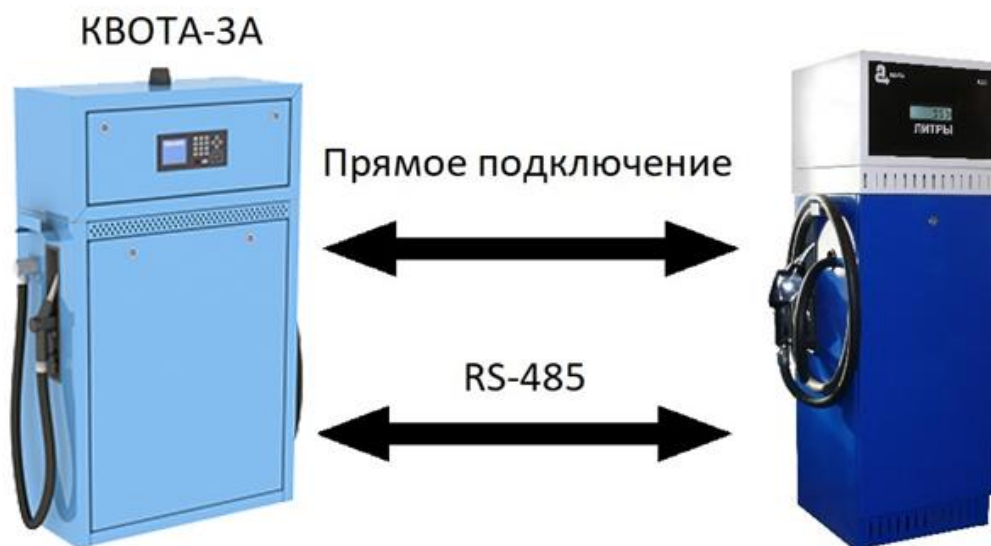

Рисунок 5
- К насосному блоку с контроллером «КВОТА-3» может быть реализовано прямое подключение одной однопостовой колонки или подключение по интерфейсу RS-485 (рис. 5).